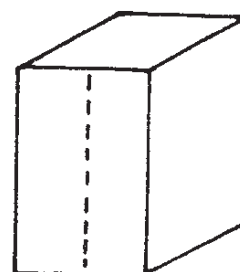

Figura 2
- Haz un corte a todo lo largo del tarro, utilizando tijeras para lámina, con el fin de obtener una sola pieza (figura 2).